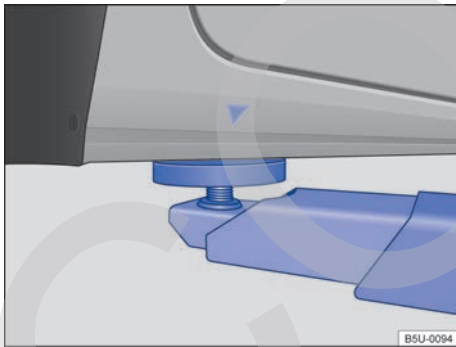
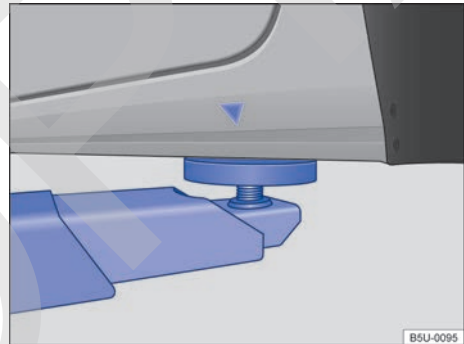

Fig. 145 Puntos de apoyo delanteros para la suspensión con plataforma elevadora o con gato.
Fig. 146 Puntos de apoyo traseros para la suspensión con plataforma elevadora o con gato.
El vehículo debe ser suspendido solamente por los puntos indicados en las figuras → fig. 145 y → fig. 146. Si el vehículo no está suspendido por los puntos indicados, pueden ocurrir daños en el vehículo →  y lesiones graves → .
- Suspender el vehículo solamente por los puntos indicados en las figuras → fig. 145 y → fig. 146. Si el vehículo no es suspendido por los puntos indicados, puede caer de la plataforma elevadora cuando, por ejemplo, se desmonta el motor o la suspensión.